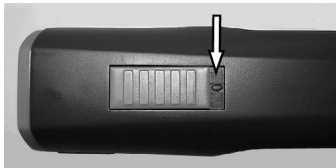

Fig. 4 Brytare i läge FRÅN ("0")
1. Kontrollera om det finns främmande partiklar och föroreningar på klipprens kontakter (1) och på batteriet (2).
2. Säkerställ att klipprens brytare är i läge OFF ("0") (fig. 4).
3. För in batteriet (2) i klippern (3) tills batterispärren (1) aktiveras på båda sidorna.
4. Sätt försiktigt in klippern med det isatta batteriet (1) eller enbart batteriet (2) i laddningsöppningen på laddningsstationen.
6. Batteriet laddas. Under laddningstiden lyser kontrollampan rött (3). Så fort batteriet har laddats till 90 % tänds den gröna kontrollampan och laddaren övergår till underhållsladdning.
7. Håll laddaren stadigt med ena handen och dra ut klippern (1) eller batteriet (2) med den andra.
1. Vrid brytaren till läge "0" (fig. 4).
2. Tryck på batterispärren (2) på båda sidorna inåt och dra ut batteriet (1) ur klippern.
3. För in det laddade batteriet (1) i klippern (2) tills batterispärren aktiveras på båda sidorna.